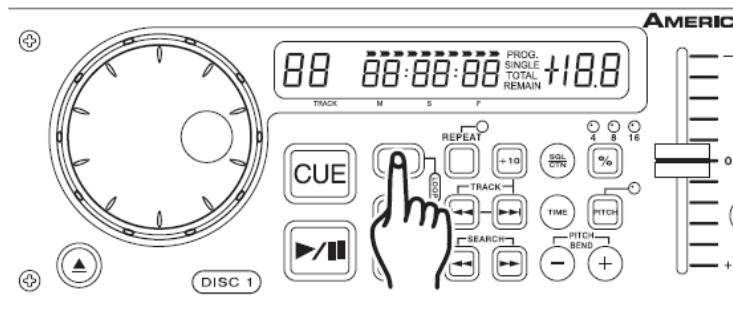

Bild 17
Drücken Sie den IN Button (4). Dies setzt den Startpunkt des nahtlosen Loops (**Bild 17**).